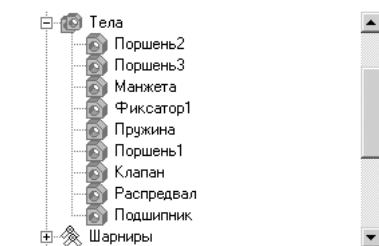

Рис. 2.9. Раскрытый пункт **Тела в Дереве элементов** после конвертации сборки **Кулачок – Клапан**
- щелкните в **Списке элементов** по знаку плюс **+** перед пунктом **Тела**. Раскроется пункт и появятся тела сборки **Кулачок – Клапан**, см. рис. 2.9.